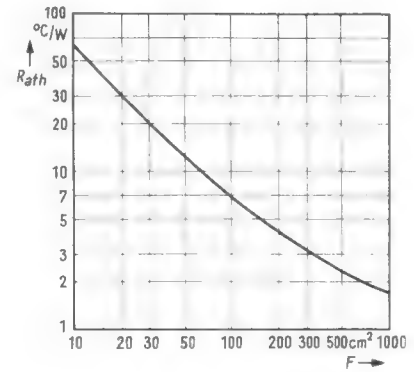
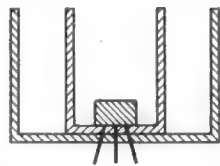

Bild 5. Kurve zum Bestimmen von Kühlflächen
Bild 7. Kühlkörper, aufgebaut aus zwei U-förmig gebogenen Kühlblechen
Eine solche Kurve zeigt Bild 5. Sie gibt, wie Versuche und Literatur zeigen, eine recht befriedigende Lösung der gestellten Dimensionierungsaufgabe. Die Kenntnis dieser Kurve allein reicht aber nicht aus.
4.1 Näherungsgleichung für die Kurve in Bild 5
Diese Gleichung (2,3) bestimmt einen Kurvenverlauf, der zwischen $F = 10$ cm² und $F = 200$ cm² dem von Bild 5 entspricht. Lediglich im Gebiet großer F -Werte (> 300 cm²) liegt diese Kurve um 10...15 % unter den errechneten Werten
In der Kurve Bild 5 sind nun auch diese unterschiedlichen Einflüsse deutlich zu erkennen. Mit größer werdender Kühlfläche nimmt der Wärmewiderstand langsamer ab, weil eben dann der erste Summand von Gleichung (17) etwa gleich dem zweiten wird, d. h. der Vorteil der größeren Wärmeabstrahlfläche kommt deshalb nicht voll zur Geltung, weil gleichzeitig
Bild 6. Vergleich zwischen der Kurve R_{ath} von Bild 5 und dem Wärmewiderstand R_{thK} bei Wärmeaustausch durch Konvektion für eine vertikale, quadratische Platte bei $\Delta t = 40^\circ\text{C}$ (Kurve 8 von Bild 3)
der Leitungswiderstand innerhalb des Materials wächst. Bild 6 macht dies deutlich. Hier ist einmal die Kurve von Bild 5 und zum anderen die Kurve 8 von Bild 3 eingetragen. Bei der zweiten ist lediglich die Konvektion einer vertikalen Platte berücksichtigt. Deshalb sind auch beide Kurven bei kleinen Kühlflächen angenähert parallel, denn der Wärmebahnwiderstand ist dabei zu vernachlässigen. Bei größeren Flächen dagegen verläuft die R_{ath} -Kurve flacher als die R_{thK} -Kurve, bedingt durch den steigenden Leitungswiderstand im Material. Aus diesem Grund wählt man auch bei großen Kühlflächen nicht ein einziges Blech, sondern man schachtet U-förmig gebogene Bleche ineinander (Bild 7). Dadurch wird der Wärmetransportweg nicht zu groß.
Die Kurve Bild 5 gilt zunächst für ein 2 mm starkes Aluminiumblech, das glatt ist und vertikal aufgestellt wird. Wie verlagert sich nun die Kurve Bild 5, wenn diese Voraussetzungen geändert werden?
Nach Gleichung (17) und Abschnitt 4.1 ergeben sich nur bei großen Kühlflächen ($F > 200 \text{ cm}^2$) merkliche Abweichungen gegenüber der Kurve von Bild 5.
Auch in diesem Fall müssen Abweichungen gegenüber der Kurve Bild 5 bei größeren Kühlflächen, d. h. größeren Wärmebahnwiderständen, berücksichtigt werden. Kupfer gibt kleinere R_{ath} -Werte als Aluminium, Eisen und Messing geben höhere R_{ath} -Werte als Aluminium.
In diesem Fall treten nur dann erhebliche Abweichungen von den Werten der Kurve in Bild 5 auf, wenn sich der Absorptionskoeffizient α (Abschnitt 2.4) wesentlich erhöht. Für die Abschätzung der dann gültigen R_{ath} -Werte benützt man die Kurven von Bild 4.
Erhöht man α z. B. auf 0,2 oder 0,85, so muß man den bei der gegebenen Kühlfläche abgelesenen Wert mit 4 bzw. 17 multiplizieren. Der so erhaltene Wärmeleitwert G_{thS} wird in einen Wärmewiderstand umgerechnet (R_{thS}). Aus der Parallelschaltung von R_{ath} (Bild 5) und R_{thS} ergibt sich der für die andere Oberfläche gültige Wert R_{ath} .
Nach der Kurve Bild 5 ergibt sich für R_{ath} 2,4 °C/W; durch Erhöhung von α auf 0,2 erniedrigt sich nun R_{ath} auf 2,12 °C/W,
Der Kurve Bild 5 ist ein vertikal gestelltes Kühlblech zugrunde gelegt. Sieht man eine horizontale Lage vor, so ändern sich die Werte nur geringfügig. Einen Anhaltspunkt bietet Gleichung (17), Abschnitt 4. Die Konstante C ändert sich von 0,85 auf 1 bzw. von 0,43 auf 0,5, also um etwa 20 %.